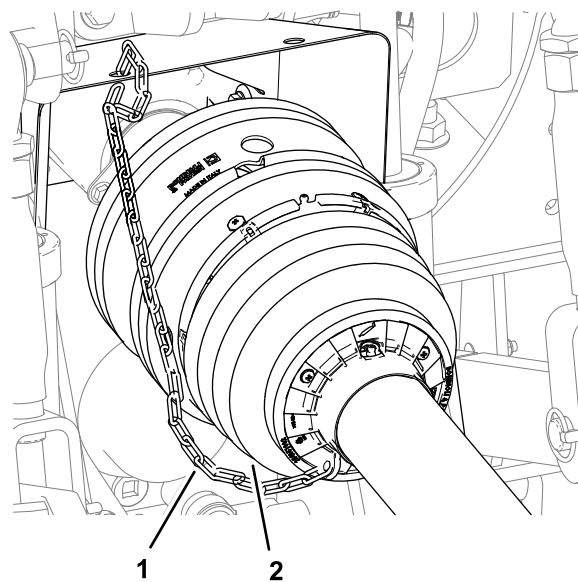

Рисунок 32
- Прикрепите ограничительную цепь к неподвижной части буксирного автомобиля (Рисунок 32).